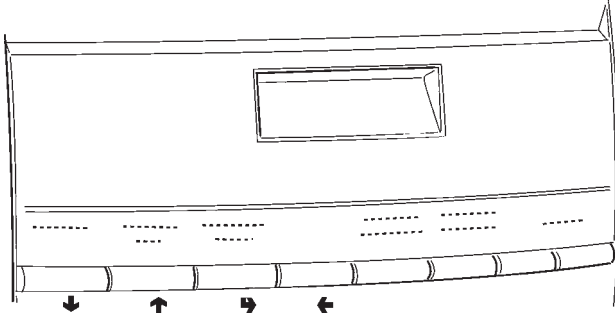

Fig. 21
- Panneau des poussoirs externe à sélection directe qui, en modalité "Chargeur" et "Technicien", exercent les fonctions suivantes (voir fig. 21) :